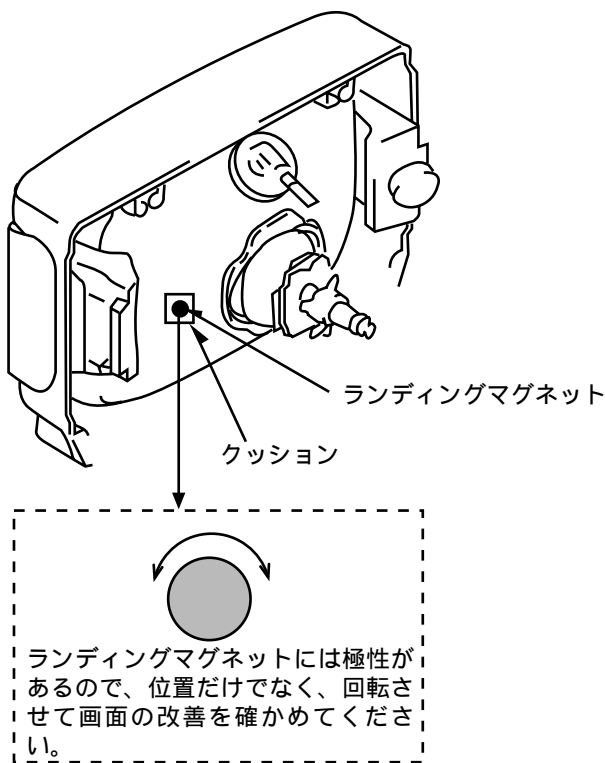

図1-6
- (5) 偏向コイルを徐々に前方 (CRTのファンネル側) にずらし、画面が緑一色になった位置で止めます。
- (6) 赤、青の各単色についても確認します。
- (7) 色が合った後、画面を見ながら偏向コイルの傾きを直し、DYロックビスを締め付けます。
- (8) マグネットAssyを前方 (CRTのファンネル側) にずらし、調整前の位置で止め、マグネットロックビスを締め付けます。この時、ピュリティマグネットの位置をずらさないよう、注意してください。
* 画面のコーナー部分で色ムラが改善されない場合は、ランディングマグネットを使用して補正してください。ランディングマグネットの使用時は、必ずデガウザーでCRTを消磁し、色ムラの発生しないことを確認してください。(図1-6参照)